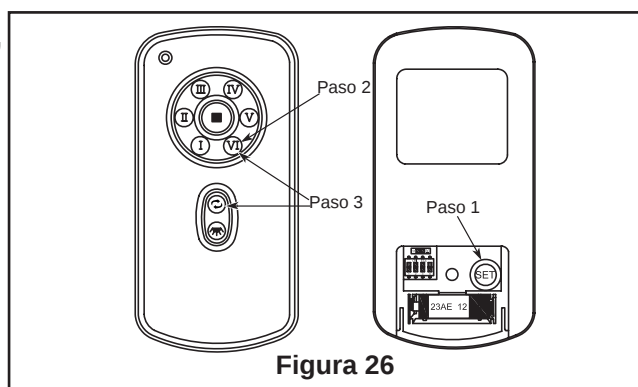

Figura 26
- ☐ 3. Configuración del mando a distancia y proceso de configuración de la velocidad (RPM): (Figura 26)